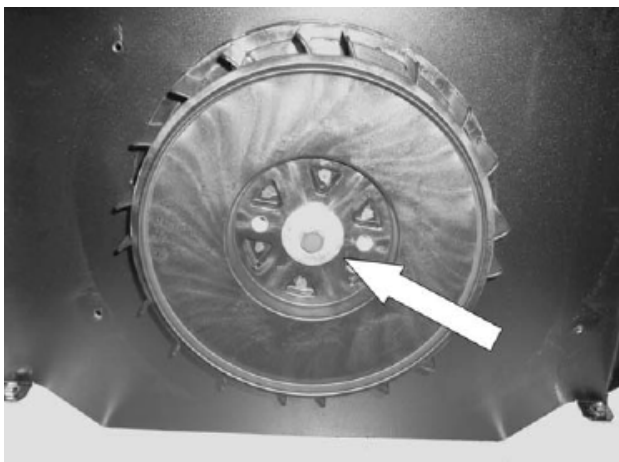

Рисунок 31.
8. Открутить болт ротора: С помощью накидной головки 9/16 дюймов открутить болт ротора. Рисунок 31.